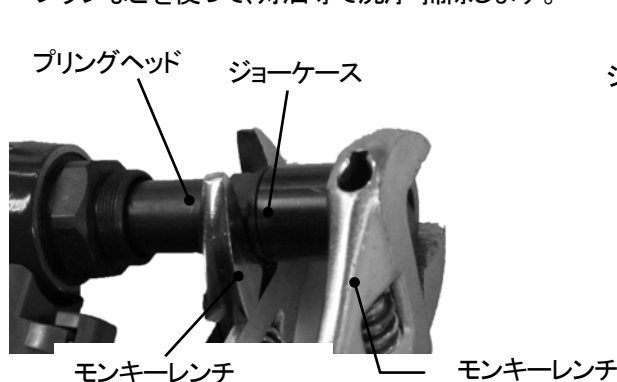

図7-1
- (1) カプラを分離する等により圧縮空気の供給を止めて下さい。
- (2) ノーズハウジングをモンキーレンチで緩め、ノーズハウジングを外します。
- (3) モンキーレンチで、ジョーケースを緩め、プリングヘッドから外します。(図7-1)
- (6) ジョーケースは手で回らなくなるまで、締め込み1ノッチ(図7-1参照) 戻してください。
- (7) ノーズハウジングを取付け、モンキーレンチで締め込んでください。